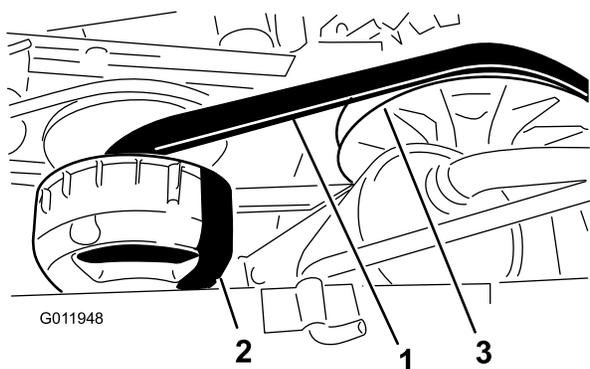

Bild 56
4. Drehen und prüfen Sie den Riemen (Bild 56) auf überdurchschnittliche Abnutzung oder Beschädigung.
3. Drehen Sie den Riemen und verlegen ihn über die sekundäre Kupplung (Bild 56).
4. Nehmen Sie den Riemen von der primären Kupplung (Bild 56).
5. Fluchten Sie den neuen Riemen über der primären Kupplung aus (Bild 56).
6. Drehen Sie den Riemen und verlegen ihn über die sekundäre Kupplung (Bild 56).